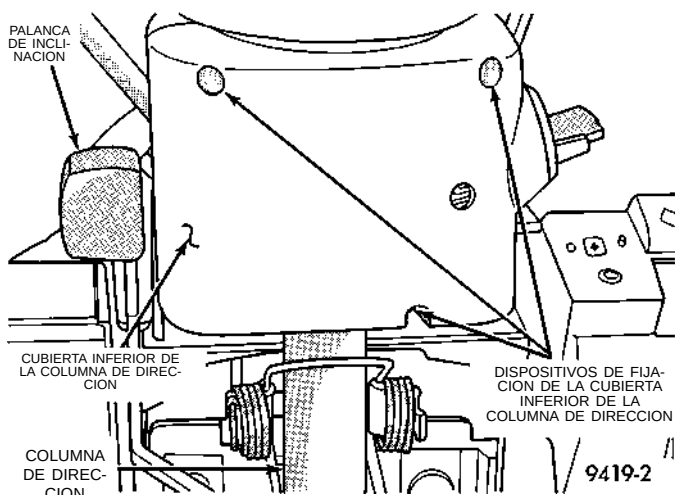
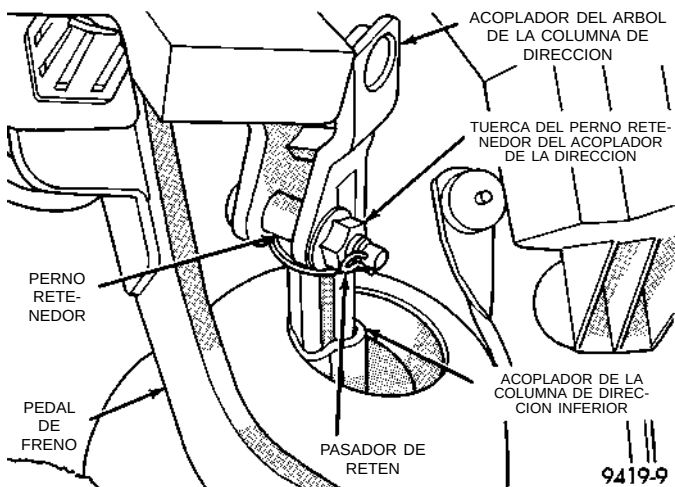
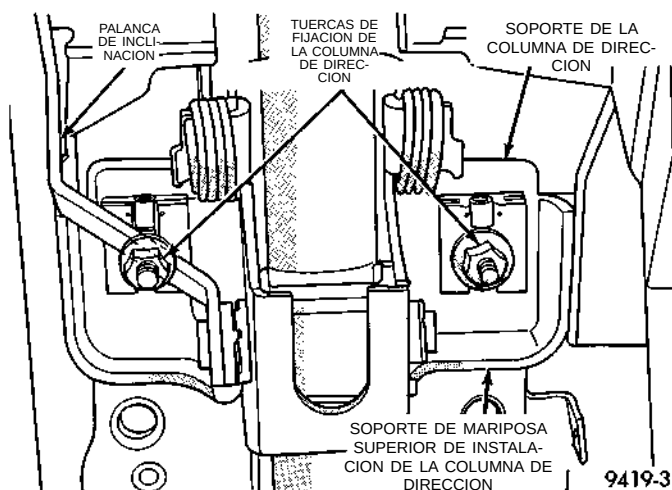
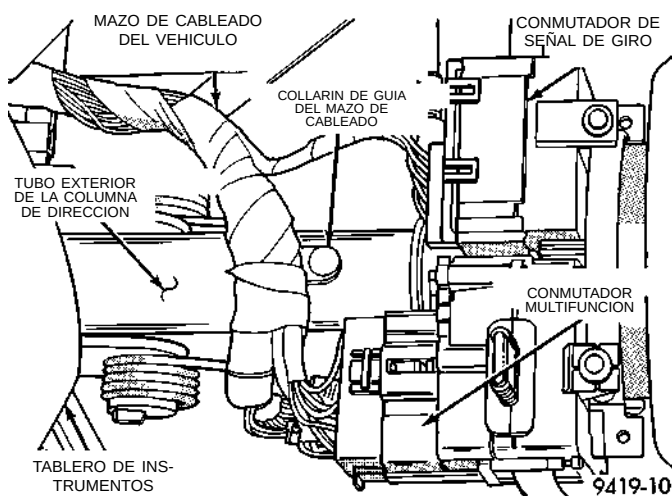

Fig. 15 Cubiertas inferior y superior de la columna de dirección
Fig. 16 Desensamblaje del acoplador de la columna de dirección superior e inferior
Fig. 17 Tornillos de fijación del soporte superior de la columna de dirección
Fig. 18 Conexiones de cableado de la columna de dirección
(15) Retire los 3 tornillos que fijan las cubiertas superior e inferior a la columna de dirección (Fig. 15). En primer lugar, retire la cubierta inferior de la columna de dirección y después desenganche la palanca de inclinación e incline la columna de dirección hasta su punto inferior. A continuación, retire la cubierta superior de la columna de dirección.
(16) Retire el pasador de retención en el perno retenedor del acoplador superior al inferior de la columna de dirección (Fig. 16).
(17) Afloje la tuerca de retén del perno retenedor del acoplador superior al inferior de la columna de dirección y retire el perno retenedor (Fig. 16) del acoplador de la dirección. **(La tuerca del perno retenedor está encastrada en el acoplador y no puede retirarse.)** Luego separe el acoplador de la dirección superior del eje del acoplador de la dirección inferior.
(18) Retire las 4 tuercas que fijan el soporte de instalación inferior de la columna de dirección al soporte de instalación de la carrocería para la columna de dirección.
(19) Retire las 2 tuercas que fijan el soporte de mariposa superior del conjunto de la columna de dirección al soporte (Fig. 17).
(20) Baje el conjunto de la columna de dirección por la abertura de acceso de la columna en la parte inferior del tablero de instrumentos.
(21) Retire el collarín guía (Fig. 18) que sujeta el mazo de cableado al tubo de la columna de dirección. Después retire los conectores del mazo de cableado del conmutador multifunción y el conmutador del limpiaparabrisas (Fig. 18).
(3) Instale los conectores del mazo de cableado del vehículo en el conmutador multifunción y conmutador de señal de giro (Fig. 18) en el conjunto de la columna de dirección. Instale el collarín guía (Fig. 18) que sujeta el mazo de cableado al tubo de la columna de dirección.
(4) Instale los espárragos del soporte superior de la columna de dirección en las ranuras de las cápsulas de plástico situadas en el soporte superior de la columna de dirección (Fig. 17). Instale parcialmente las dos tuercas que sujetan el soporte de instalación del conjunto de la columna de dirección al soporte (Fig. 17). **No apriete las tuercas de instalación en este momento.**
(5) Alinee los orificios de los pernos del soporte de instalación inferior de la columna de dirección con los orificios roscados del soporte de instalación de la carrocería para la columna de dirección. Instale y apriete ligeramente los pernos del soporte de instalación inferior de la columna de dirección.
(6) Instale las cubiertas superior e inferior de la columna de dirección en la caja de cierre del conjunto de la columna de dirección. Instale y apriete con firmeza los 3 tornillos de fijación que sujetan las cubiertas inferior y superior a la caja de cierre (Fig. 15).
(7) Asegúrese de que ambas cápsulas de ruptura permanezcan bien asentadas en las ranuras del soporte de instalación superior de la columna de dirección. Apriete con fuerza ambas tuercas de instalación de la columna de dirección, hasta que el soporte de instalación superior de la columna de dirección esté asentado contra el soporte. Entonces apriete las 2 tuercas del soporte de instalación superior de la columna de dirección con una torsión 17 N·m (150 lbs. pulg.).
(8) Apriete las tuercas del soporte de instalación inferior de la columna de dirección (2) con una torsión de 17 N·m (150 lbs. pulg.).
(9) Ensamble el acoplador flexible de la columna de dirección en el acoplador intermedio de la dirección (Fig. 16). Instale el perno retenedor del acoplador de la dirección. Apriete la tuerca del perno retenedor con una torsión de 28 N·m (250 lbs. pulg.). **Asegúrese de instalar el pasador de retén del perno retenedor del acoplador de dirección superior e inferior (Fig. 16).**
(10) Instale el forro de la cubierta de la columna de dirección en la parte inferior del tablero de instrumentos. Instale y apriete con firmeza los 3 tornillos